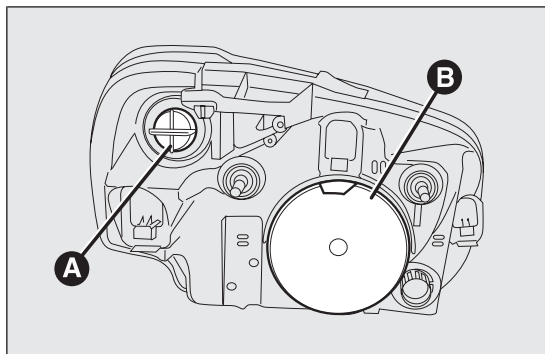
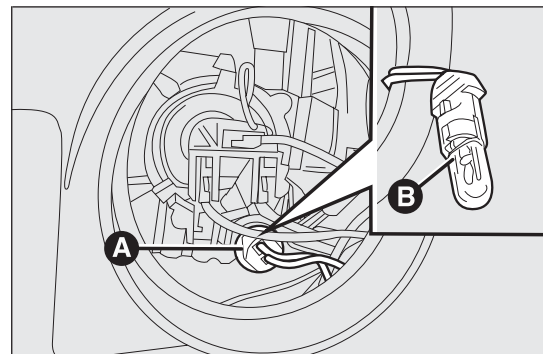

fig. 143
fig. 144
Los grupos ópticos delanteros fig. 143 están compuestos por las luces de posición, las luces de cruce, las luces de carretera y los intermitentes.
- quitar la tapa de protección A fig. 143;
- girar hacia la izquierda el portalámpara A fig. 144 y sacarlo;
- montar la nueva lámpara, introducir nuevamente el portalámpara A fig. 144 a continuación montar de nuevo la tapa de protección A fig. 143.
- volver a enganchar el muelle de sujeción de la lámpara y volver a montare correctamente la tapa de protección A fig. 143.
- girar hacia la izquierda la tapa de protección B fig. 143;